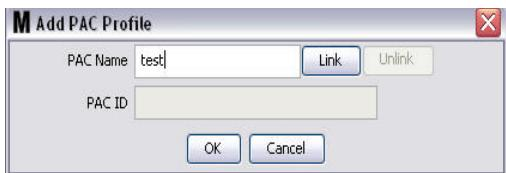

Рис. 113
- Появится окно «Add PAC Profile» [Добавить профиль регулятора пневматического насоса] (Рис. 113). В этом окне можно назвать регулятор в поле «PAC Name» [Имя регулятора]. После указания имени регулятора нажмите кнопку «OK» [OK], чтобы закрыть окно и сохранить изменения.